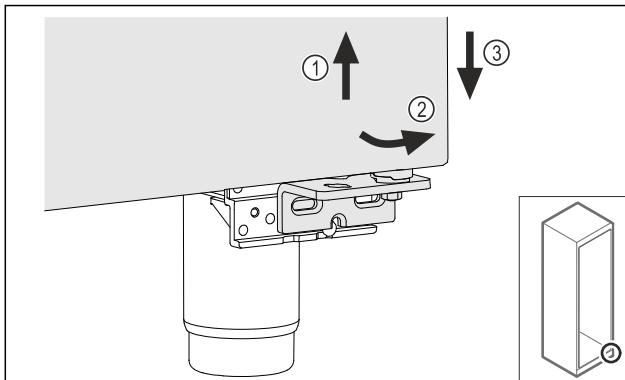

Fig. 27
- Paceliet mazliet durvis Fig. 27 (1), apakšā sagāziet uz priekšu Fig. 27 (2) un nolaidiet Fig. 27 (3).